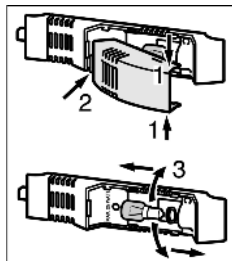

Fig. 14
- ▶ Saisir la protection d'ampoule en haut et en bas *Fig. 14 (1)*.
- ▶ Déclipser à l'arrière et détacher la protection d'ampoule *Fig. 14 (2)*.
- ▶ Remplacer la lampe *Fig. 14 (3)*.